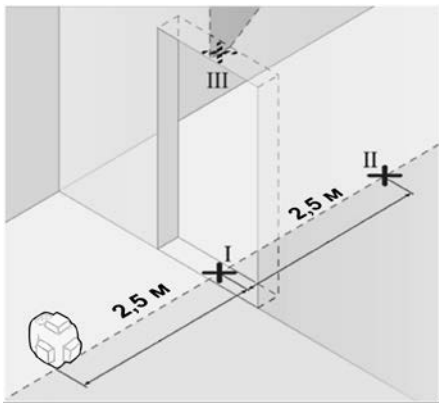

Рисунок 8
Для перевірки потрібен дверний проріз, з обох боків від якого є ділянка з твердою поверхнею відстанню мінімум 2,5 м (дивіться рисунок 8).
3.8.2 Зачекайте, поки промінь автоматично вирівнюється, та позначте наступні точки (дивіться рисунок 8):